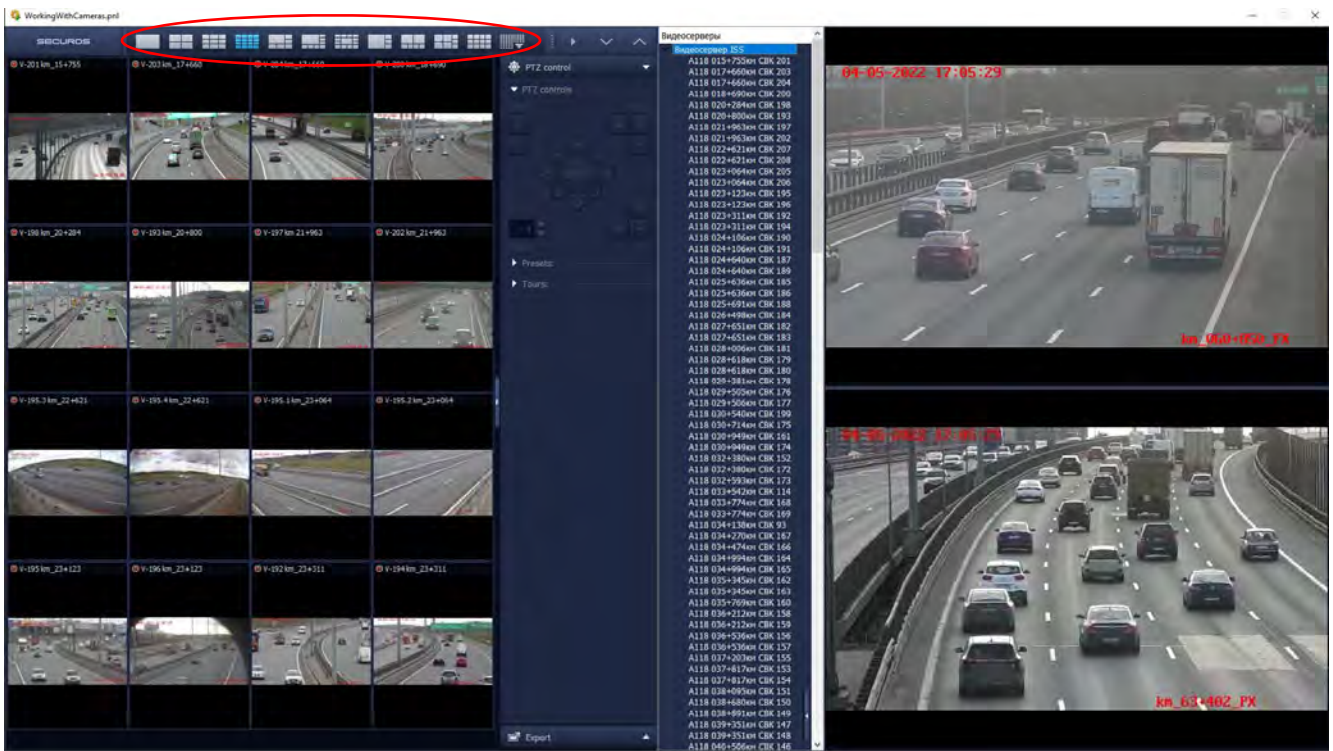

Рисунок 3.6.3 Настройка вида отображения в окне вывода изображений с видеокамер
В поле выбора раскладки изображений (2) при необходимости настроить вид отображения в окне вывода изображений с видеокамер (1) (см. рис. 3.6.3).